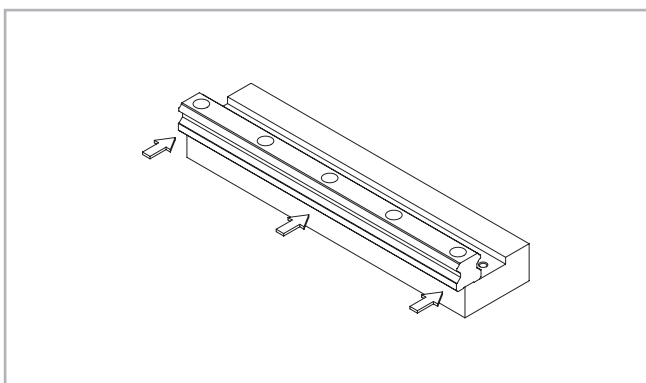
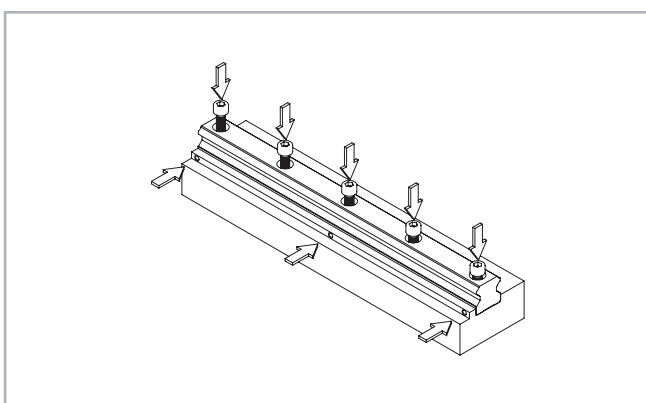

Рис. 54
Рис. 55
(2) Аккуратно приложить направляющую к несущей поверхности (см. Рис. 54) и слегка притянуть к ней крепёжными винтами - ровно с тем усилием, которое требуется для того, чтобы направляющая пришла в положение прилегания к несущей поверхности. При этом следить за тем, чтобы направляющая также полностью прилегла к боковому упору, выполненному на несущей поверхности (см. Рис. 55).